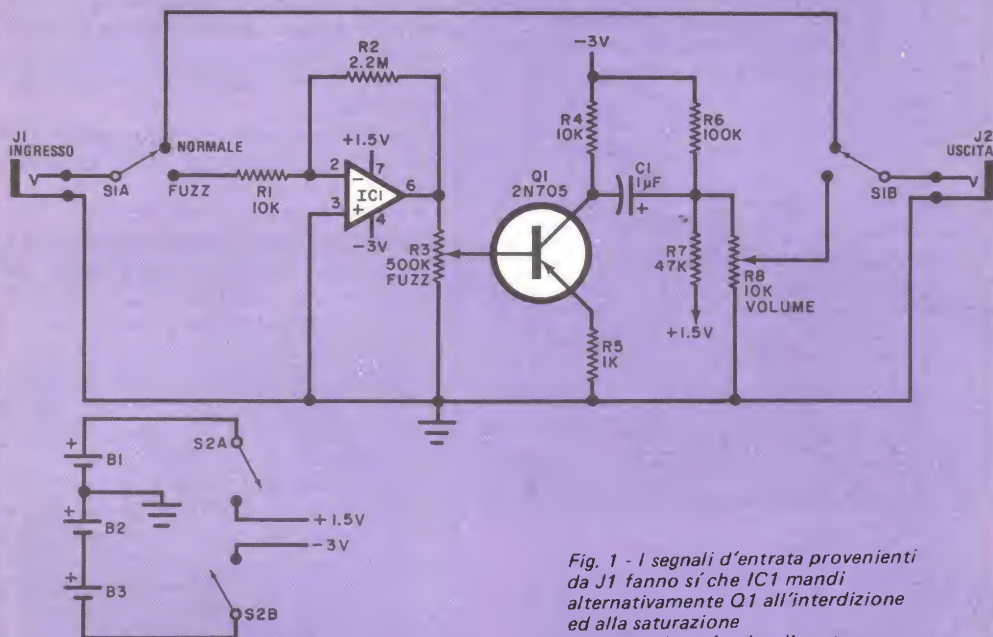

Fig. 1 - I segnali d'entrata provenienti da J1 fanno sì che IC1 mandi alternativamente Q1 all'interdizione ed alla saturazione producendo un'uscita distorta.
**Il circuito** - Come si vede nella fig. 1, i segnali d'entrata provenienti dal pick-up della chitarra vengono inviati da S1 al jack d'uscita, oppure all'amplificatore invertitore IC1, un normale amplificatore operazionale 741. Si può notare che le tensioni d'alimentazione, fornite da pile di tipo AA collegate in serie, sono più basse di quelle normalmente usate con tale amplificatore operazionale. In questa applicazione, IC1 viene usato esclusivamente per mandare Q1 in conduzione od all'interdizione. Le tensioni d'alimentazione impiegate consentono all'amplificatore di andare in saturazione a livelli d'entrata più bassi dei normali per produrre il pilotaggio di base desiderato per il transistor.